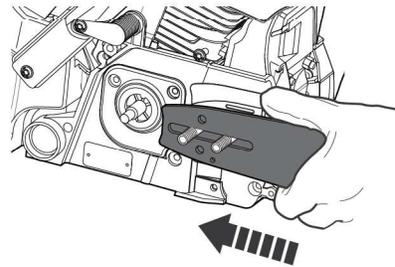

Fig. 4
- > Coloque la ranura de la barra guía (4) sobre los tornillos (19). Empuje la barra guía (4) a la izquierda hacia la rueda dentada motriz (22) detrás del embrague (21) (Fig. 4).